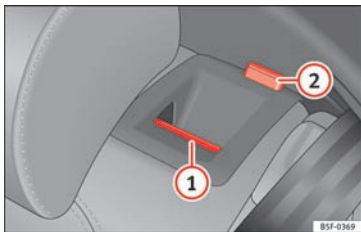

Fig. 150 Bagsæderyglæn: udløserknap (1), rød markering (2)
- Træk udløserknappen » **Fig. 150** (1) fremad, og klap samtidig ryglænet frem.
- Bagsæderyglænet er udløst, hvis du kan se en rød markering på knappen (2).
Ryglænet er udløst, når du kan se en rød markering » **Fig. 150** (2) på knappen.